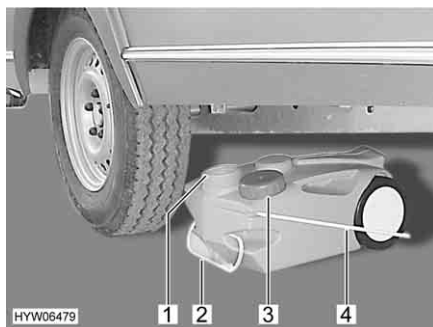

Bild 194 Avloppstank, mobil
- Stäng avloppstankens öppning (Bild 194,1) med locket (Bild 194,3).
- Drag i handtaget (Bild 194,2) för att dra ut avloppstanken.
- Fäll upp bärhandtaget (Bild 194,4) och ställ upp avloppstanken.